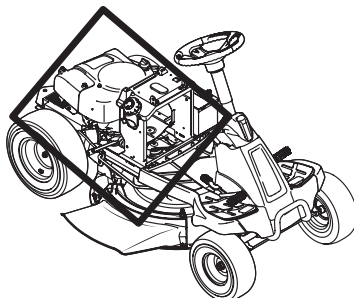

Figura 24
- Limpia bajo el capó. Colector de escape, alrededor de fusibles, todo el cableado y arneses, tubo silenciador, escudo de silenciador, pantallas de admisión del motor y las aletas de refrigeración, etc. (Figura 24).